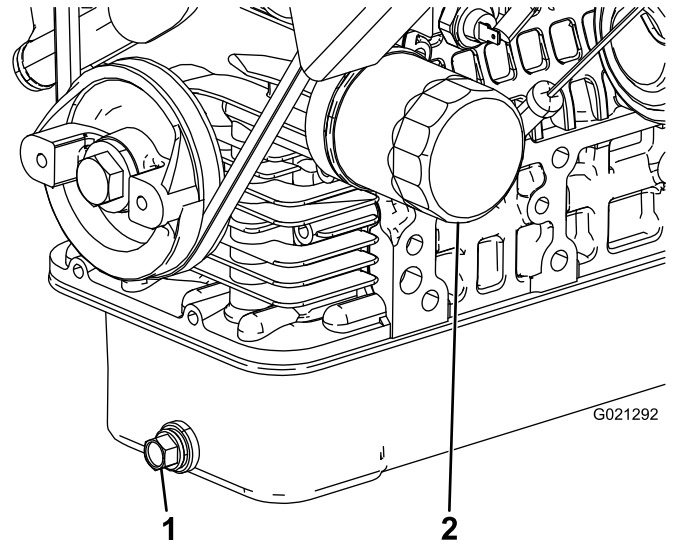

図 42
2. ドレンプラグを外してオイルを容器に受ける (図 42)。オイルが抜けたらドレンプラグを取り付ける。
3. オイルフィルタを外す (図 42)。